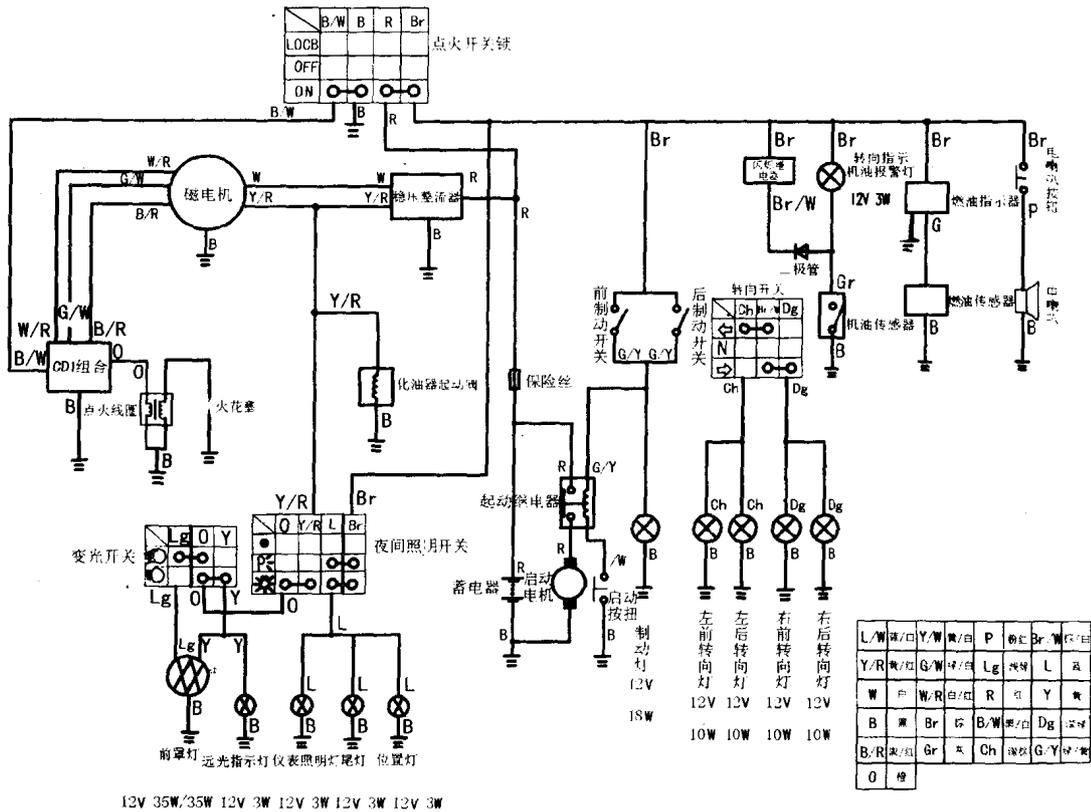

图 1-9 NF50QT-3 电气原理图
- (1) 读电气原理图的几项原则:
① 摩托车电气线路均采用单线制,公共接地线。
- ② 各用电设备之间均用并联连接,各系统间互不干扰。
- ③ 接线采用对应连接,即相同颜色的导线相连,采用接插件进行惟一连接。
- (2) 以 NF50QT-3 电气原理图(见图 1-9)为例,认识摩托车电气原理图。